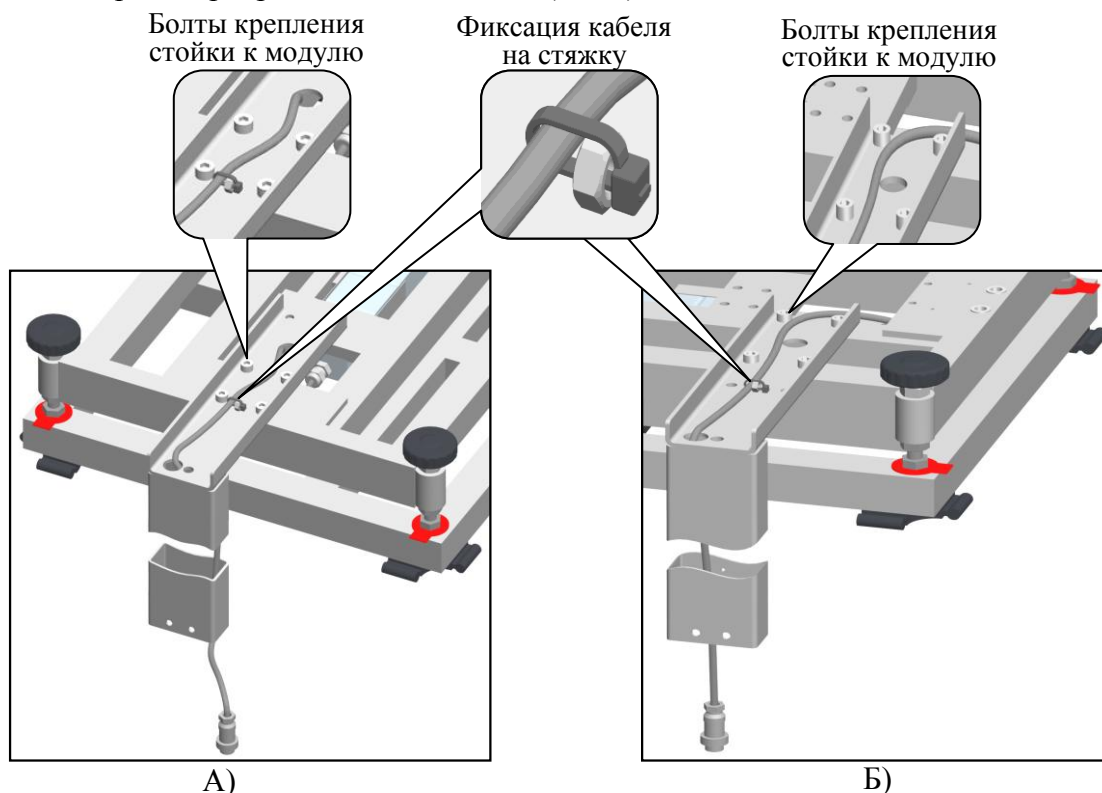

Рисунок 2 – Установка стойки крепления весового терминала.
- В модификациях ТВ-5040N_3 и ТВ-8060N_3 закрепите к основанию модуля стандартную стойку (см. рис. 2А).
- В модификации ТВ-5040N_3n закрепите укороченную стойку (см. рис. 2Б).